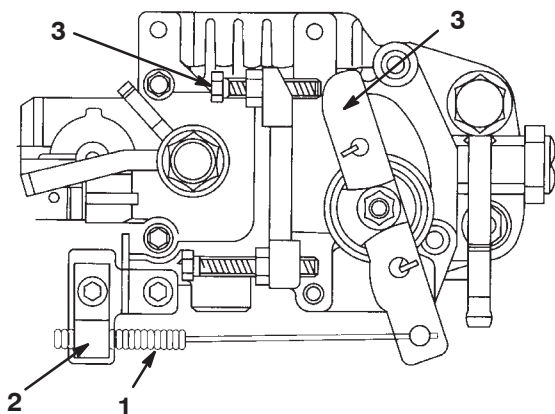

Figure 49
1. Placez la manette d'accélérateur en position de ralenti (Fig. 49).
2. Desserrez la vis du serre-câble qui raccorde le câble au moteur (Fig. 49).
3. Bougez le câble jusqu'à ce que le levier de commande d'accélérateur touche la vis de réglage de ralenti (Fig. 49).
2. Dévissez le contre-écrou de la vis de réglage de ralenti (Fig. 49).